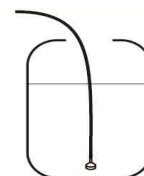

Fig.8
- 2- Brancher le tube en dotation dans le récipient de produit de rinçage et du détergent (si disponible). (Fig.8)
Le réglage du doseur s'effectue par la vis accessible avec le déplacement du panneau frontal sous la portière de la cuve. (voir Fig.8)